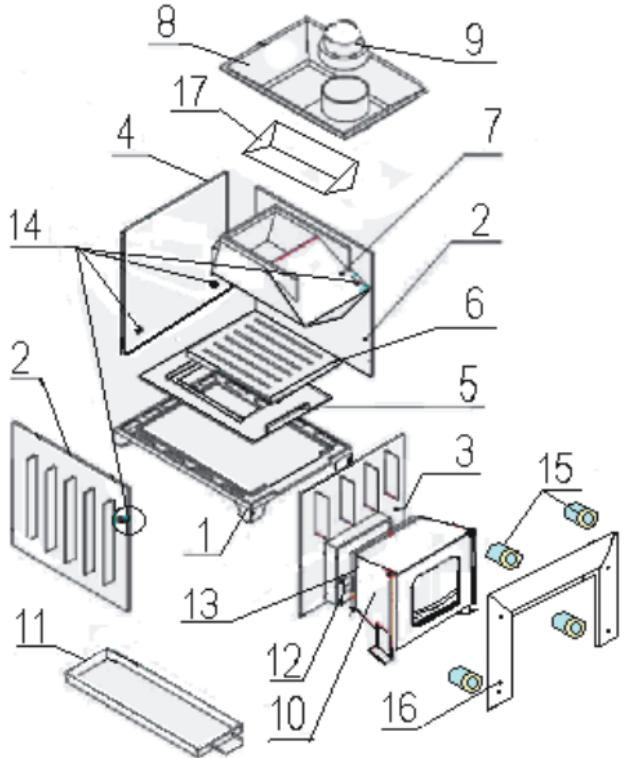

Рис.1. Сборка чугунного топочного агрегата
- 5.2. В соответствии с определенной осью дымохода (см. п.6, п.7) и вышеперечисленными требованиями раздела 4 Настоящего Руководства, на подготовленном месте в парной установить основание (1) (см. рис.1).
Рис. 1а. Сборка подъемного механизма дверки
керамические проставки (15) (см. рис.1).
5.14. Сборка механизма лифтовой дверки (см. рис.1а):
- прикрепить шестью болтами подрамник (18) к тоннелю (10); (для обеспечения плавного хода дверки необходимо чтобы подрамник был установлен без перекосов и строго вертикально);
- придерживая дверку (23), одеть на ролики (20) тросики (21) с перехлестом;
- установить лицевое обрамление (16) и проверить плавность хода дверки.